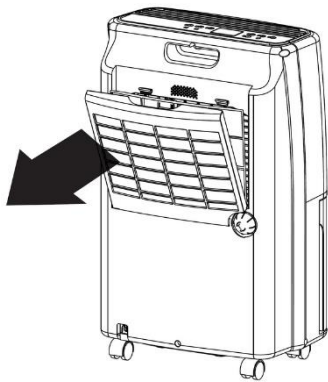

Fig. 1
3.2. Skruva av skruvlocket på avfuktarens bakre högra sida och förvara det på en säker plats! (Se fig. 1)
- Ta tag i luftfiltret i överkanten och dra det mot dig för att ta bort luftfiltret från dess hållare. (Se fig. 1)